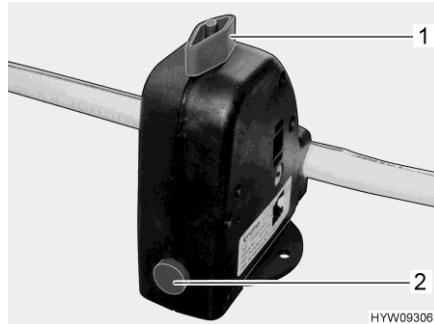

Fig. 113 Valvola di sicurezza/di scarico (boiler)
Il boiler è dotato di una valvola di sicurezza/di scarico (Fig. 113). La valvola di sicurezza/di scarico impedisce che l'acqua congeli nel boiler in presenza di basse temperature esterne, quando il riscaldamento dell'autocaravan non è acceso.
- Chiudere la valvola di sicurezza/di scarico. A tal fine ruotare la manopola (Fig. 113,1) verticalmente rispetto alla valvola di sicurezza/di scarico e premere verso l'interno il bottone automatico (Fig. 113,2).
- Aprire la valvola di sicurezza/di scarico. A tal fine ruotare la manopola (Fig. 113,1) nel senso della lunghezza della valvola di sicurezza/di scarico. Il bottone automatico (Fig. 113,2) scatta all'esterno. Il boiler viene svuotato verso l'esterno tramite la valvola di sicurezza/di scarico.